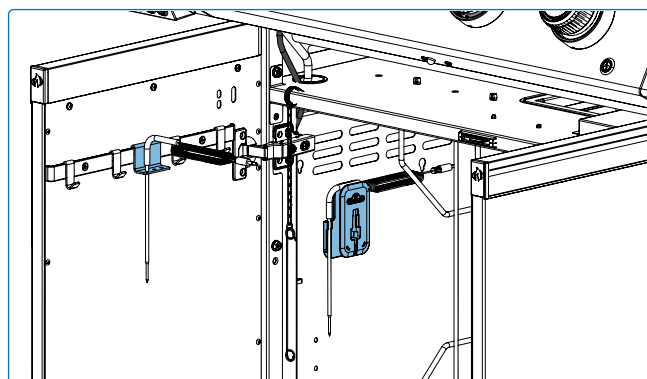

Fig. 10
- Rangez les éléments de la rôtissoire sur les clips prévus à cet effet à l'intérieur du meuble du chariot. Veillez à enrouler le cordon du moteur de la rôtissoire. Fixez la broche à l'arrière du barbecue lorsqu'elle n'est pas utilisée. Cela les garde en sécurité, protégés des intempéries et facilement accessibles pour votre prochaine utilisation. Assurez-vous toujours que les pièces sont propres et sèches avant de les ranger pour éviter la corrosion (**Fig. 10&11**).